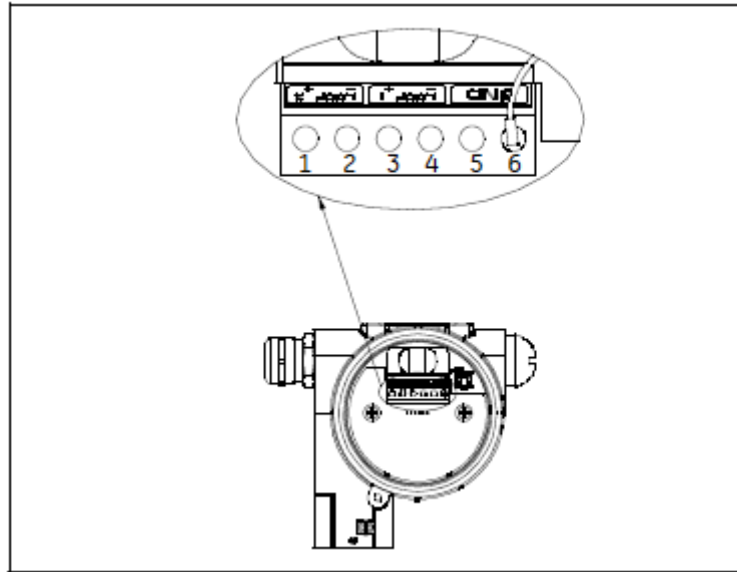

図 2-3 : ターミナルブロックの接続
4. 図 2-3 に示されるターミナルブロックに結線を行います。ケーブルを次のように接続してください。